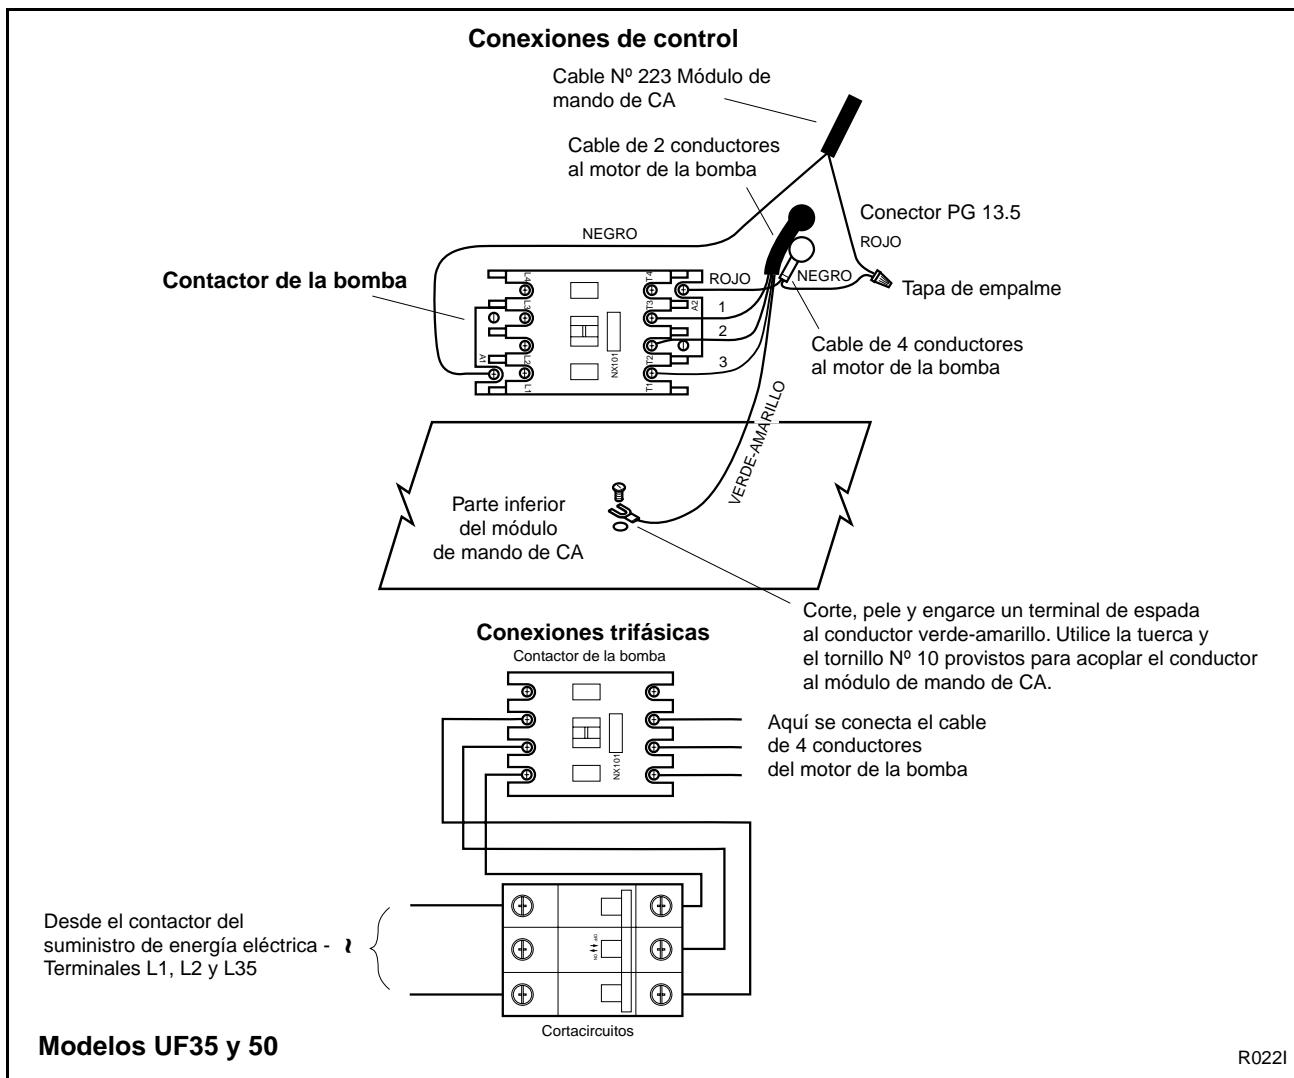
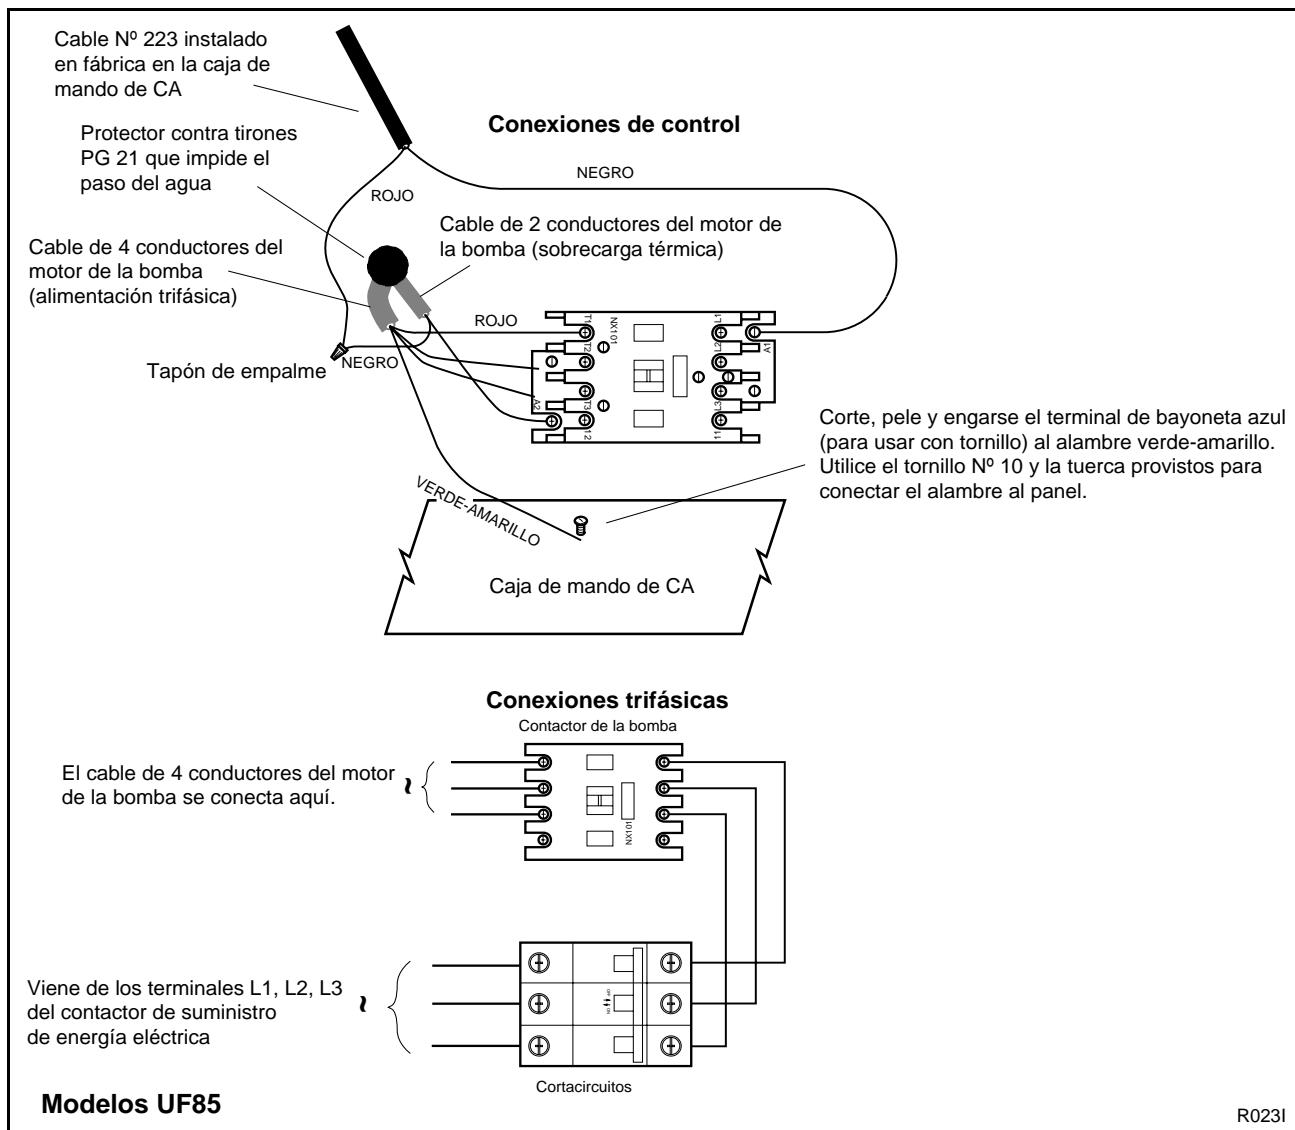

Figura 23
Figura 24
b. En los modelos de 35 y 50 libras, instale dos protectores contra tirones PG 13.5 que impiden el paso del agua, incluidos en el juego de piezas, en lugar de los dos enchufes superiores. Vea la Figura 23. En los modelos de 85 libras, instale el protector contra tirones PG 21, en lugar del segundo enchufe superior. Vea la Figura 24.
d. *En los modelos de 35 y 50 libras,* encamine los cables de 2 y de 4 conductores a través de los dos protectores contra tirones PG 13.5 instalados en el paso b. Vea la Figura 23. *En los modelos de 85 libras,* encamine los cables de 2 y de 4 conductores a través del protector contra tirones PG 21 como se ilustra en la Figura 24.
e. Conecte el alambre rojo del cable de 2 conductores proveniente del conjunto de recipiente, filtro y bomba, al terminal A2 del contactor de la bomba. Vea la Figura 23.